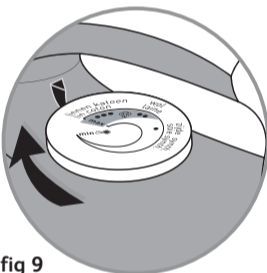

fig 9
- Placez le bouton du thermostat sur MAX (fig 9).